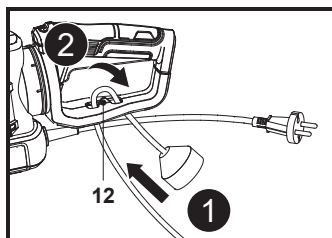

Fig. 2
1. Îndoiaie înapoi cablul prelungitor la aproximativ 20 cm de capăt și introdu bucla prin gaura suportului de cablu (12), apoi prinde bucla peste cârlig (Fig. 2, pașii 1, 2).